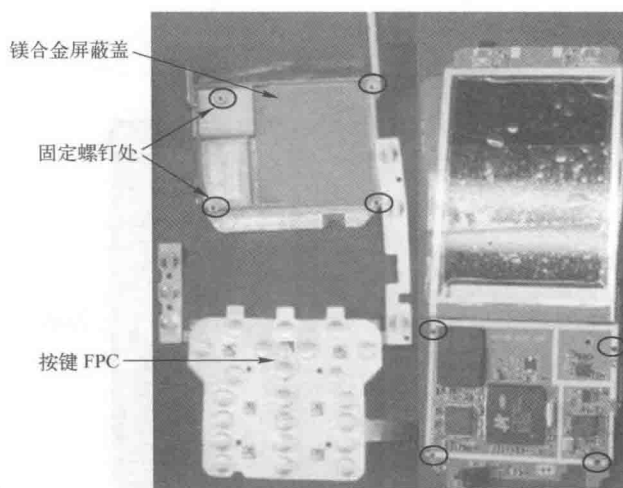

图 1-6 取下镁合金屏蔽盖
(2) 待取下按键 FPC 后，松开镁合金屏蔽盖的 4 颗固定螺钉，即可取下镁合金屏蔽盖，如图 1-6 所示。